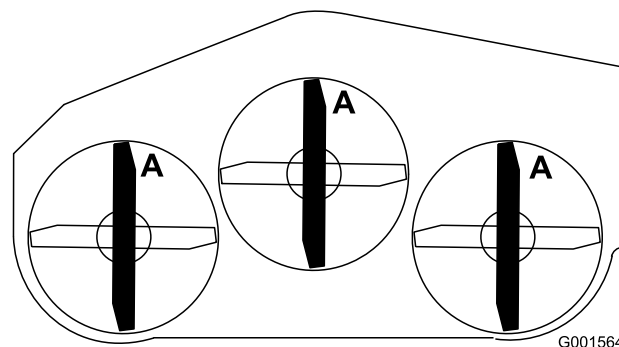

Figure 46
1. Tournez les lames dans le sens longitudinal (Figure 46).